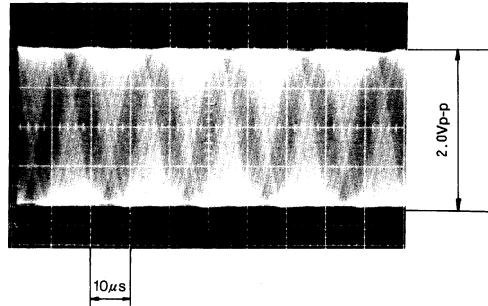

図4-10.
- ⑥ 再度RV2ボリュームを調整し、図4-10.に示すように正弦波の振幅が1.9 ~2.1 Vp-pになるようにします。図4-10.は理想的に調整された状態を示します。